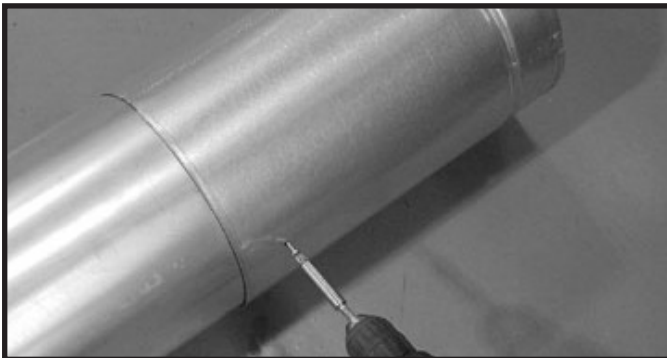

Figura 10.4 Fijación de la sección ajustable
- Use los orificios guía de la sección ajustable para unir la sección de tubo fijo y la sección ajustable. Use dos tornillos que no sobrepasen 1,3 cm de largo. Consulte la Figura 10.4.